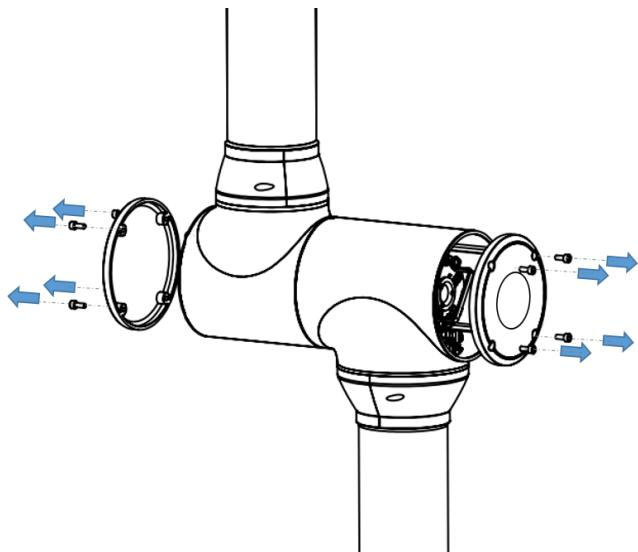

图 3-25 拧开防水端盖
**步骤1** 拆卸锁紧 J3 轴前后防水端盖的螺钉，如图 3-25 所示。